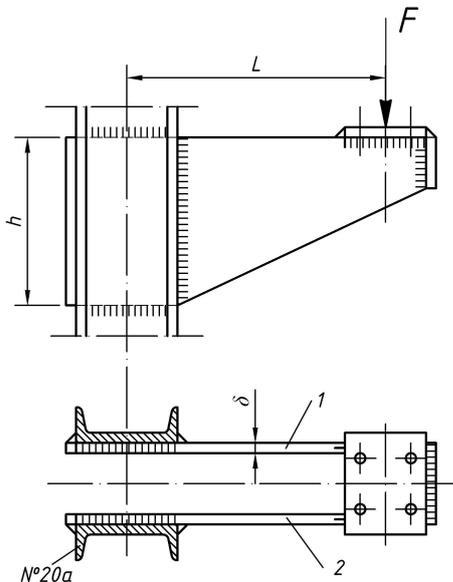

Рис. 6.1. Расчетная схема к задаче № 1
1. Определить размеры h и δ листов 1 и 2, прикрепленных к швеллерам колонны (рис. 6.1), и рассчитать сварные швы их по данным табл. 6.1.